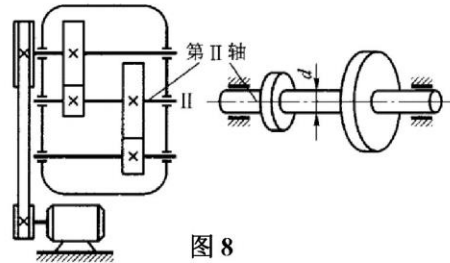

图 8
2. (20 分) 机床变速箱第 II 轴如图 8 所示, 轴所传递的功率为 $P = 5.5\text{kW}$, 转速 $n = 200\text{r/min}$, 材料的许用切应力为 $[\tau] = 40\text{MPa}$ 。试求: